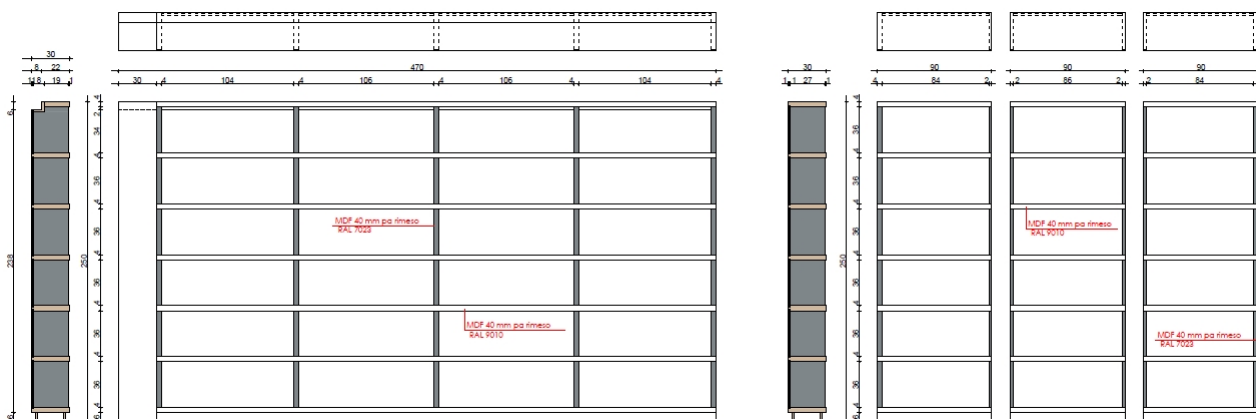

Fig.01
- Dimensionet e sakta te rafteve, duhet te merren ne skeden teknike (Fig.01).